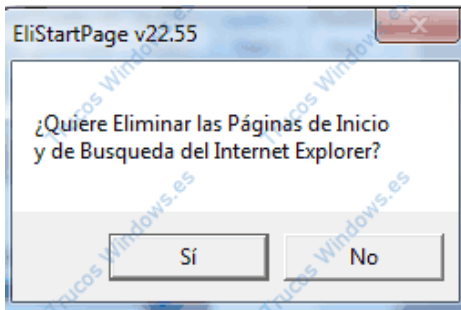

FIGURA 9
6. La siguiente ventana nos pregunta si queremos eliminar las Páginas de inicio y eliminar de Búsqueda del Internet Explorer, clic en "Sí" (Figura 9).